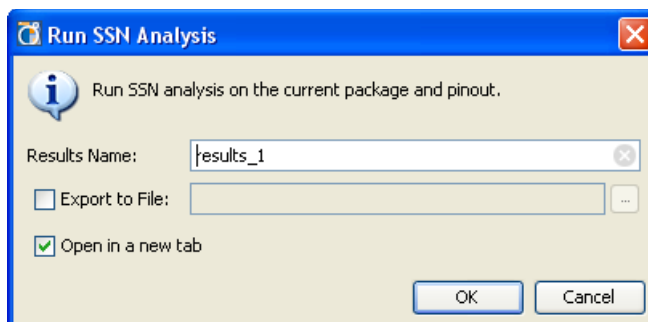

図 8-31： [Run SSN Analysis] ダイアログ ボックス
1. Flow Navigator または [Tools] メニューから [Run Noise Analysis] をクリックします。図 8-31 に示す [Run WASSO Analysis] ダイアログ ボックスが開きます。